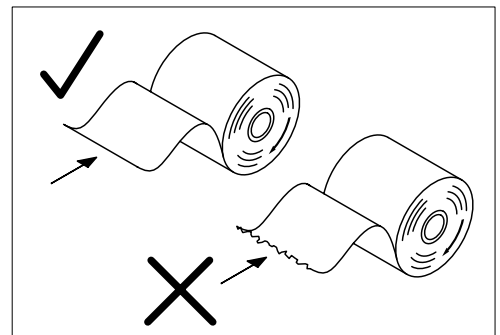

Abb. 2
5. Je nach Nutzung (Bonmodus oder Journalmodus) Papierstreifen an der Abrisskante des Druckwerks abreißen oder an der Aufwickelspule befestigen (Papierkante muss dabei gerade abgeschnitten sein, siehe Abb. 2).